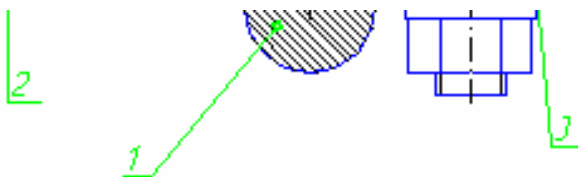

Рис. 37
8. Выполните выравнивание полочек для простановки номеров позиций по горизонтали и, если необходимо, по вертикали. Для этого сделайте окно со сборочным чертежом активным. Выделите необходимое количество выносных линий, рис. 37. Выполните команду **Сервис – Выравнивание полочек - по горизонтали** и на запрос системы **Укажите базовую точку** ука-